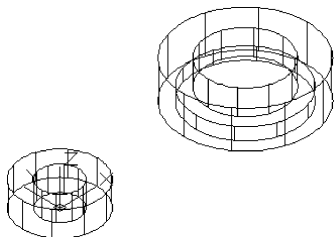

图 13-56 创建圆柱体
(3) 单击“三维工具”选项卡“实体建模”面板中的“差集”按钮，将 R30 圆柱体与 R15 圆柱体进行差集运算。
(4) 单击“三维工具”选项卡“建模”面板中的“圆柱体”按钮，以 (150,0,0) 为圆心，分别创建半径为 50、30，高为 30 的 2 个圆柱体，及半径为 40，高为 10 的圆柱体。
(5) 单击“三维工具”选项卡“实体建模”面板中的“差集”按钮，将 R50 圆柱体与 R30、R40 圆柱体进行差集运算，结果如图 13-56 所示。
(6) 单击“三维工具”选项卡“实体编辑”面板中的“复制边”按钮，命令行提示如下：
选择边或 [放弃(U)/删除(R)]: 如图 13-56 所示, 选择左边 R30 圆柱体的底边
选择边或 [放弃(U)/删除(R)]: 方法同前, 选择如图 13-56 所示右边 R50 圆柱体的底边